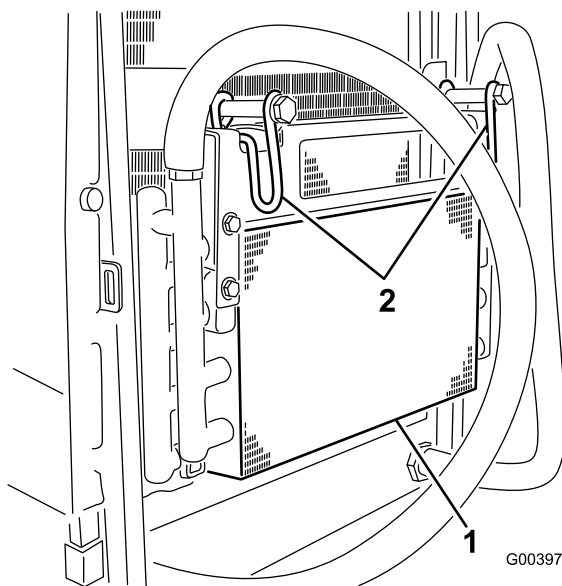

Figura 50
5. Girate i fermi verso l'interno per rilasciare il radiatore dell'olio (Figura 50).